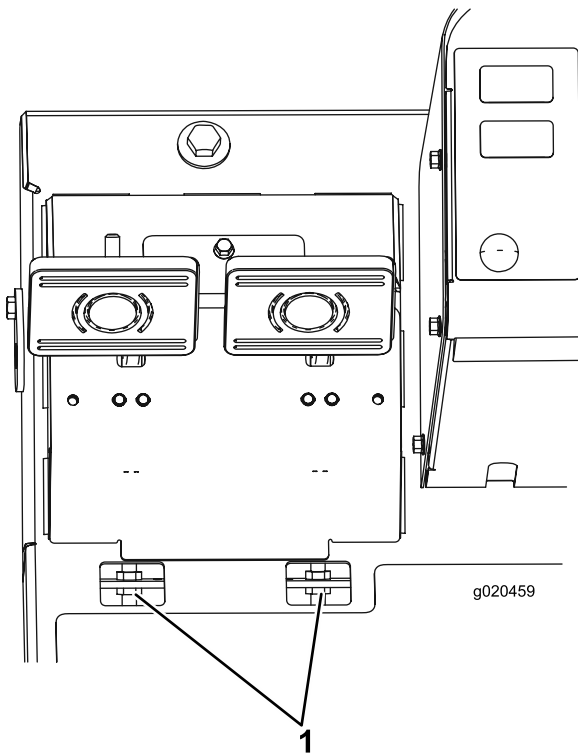

Figure 68
- B. Desserrez l'écrou avant sur l'extrémité filetée du câble de frein (Figure 68).